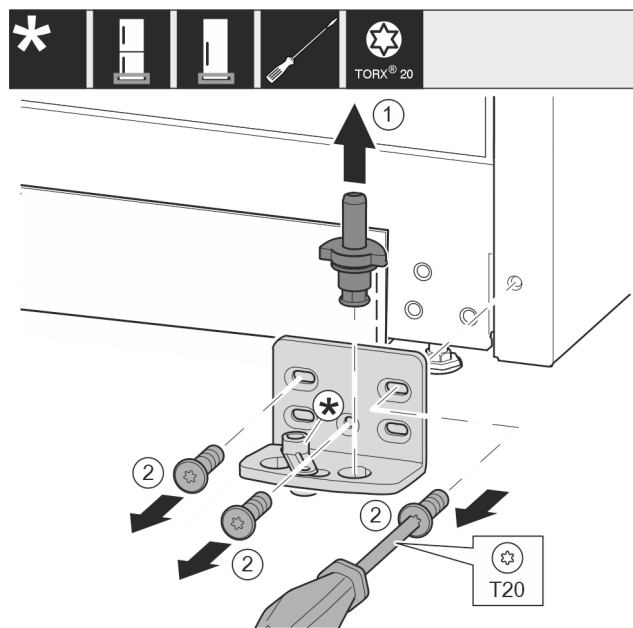

Fig. 16
- Retirer entièrement l'axe de palier Fig. 16 (1) par le haut.
- Desserrer les vis Fig. 16 (2) avec un tournevis et retirer le support de palier.